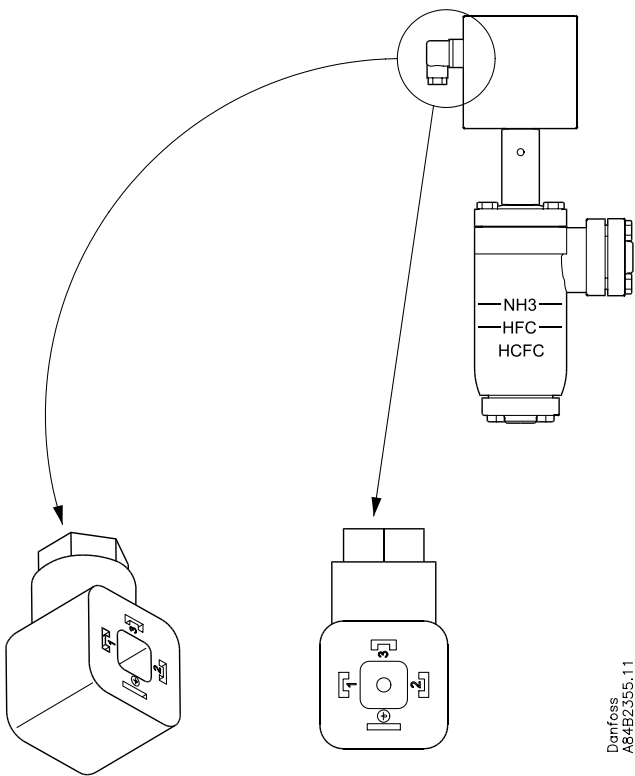

Fig. 6
- Remove the DIN-plug (fig. 6).